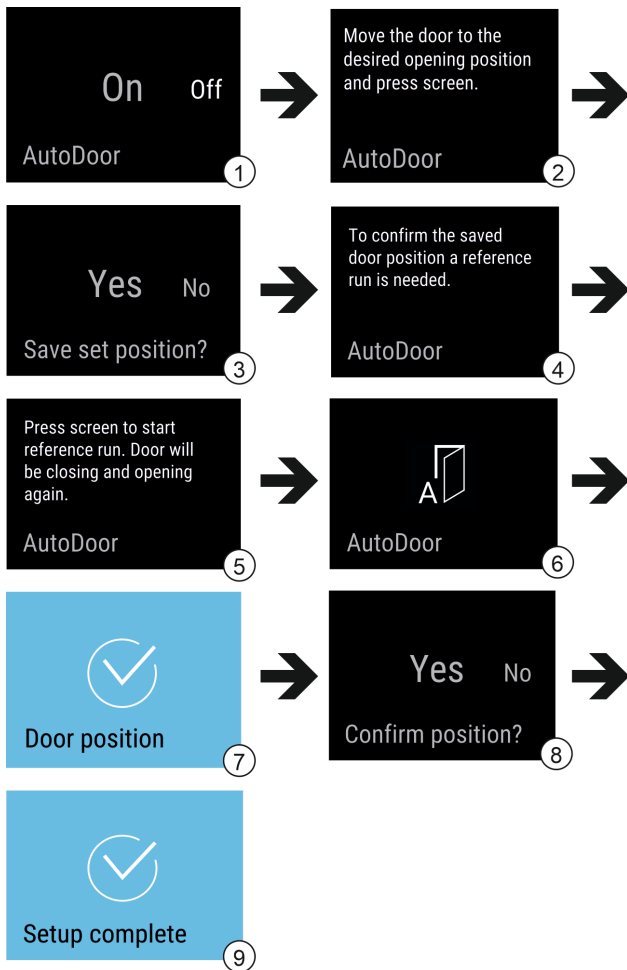

Fig. 10 Примерно изображение на индикациите на английски език
- ▶ Активиране на AutoDoor: На дисплея плъзнете индикацията на On. Fig. 10 (1)
- ▶ Натиснете дисплея в продължение на 3 секунди. Fig. 10 (1)
- ▶ Конфигуриране на ъгъла на отваряне на вратата: Отворете вратата на поне 70°. Fig. 10 (2)
- ▶ Потвърждаване на ъгъла на отваряне на вратата: Докоснете съобщението на дисплея. Fig. 10 (3)
- ▶ Стартиране на референтно движение: Докоснете дисплея. Fig. 10 (5)
- ▶ Дисплеят мига. Fig. 10 (6)
- ▶ Референтното движение е успешно: Дисплеят става син за 2 секунди. Fig. 10 (7)
- ▶ Потвърдете на ъгъла на отваряне на вратата. Fig. 10 (8)
- ▶ Дисплеят става син. Fig. 10 (9)